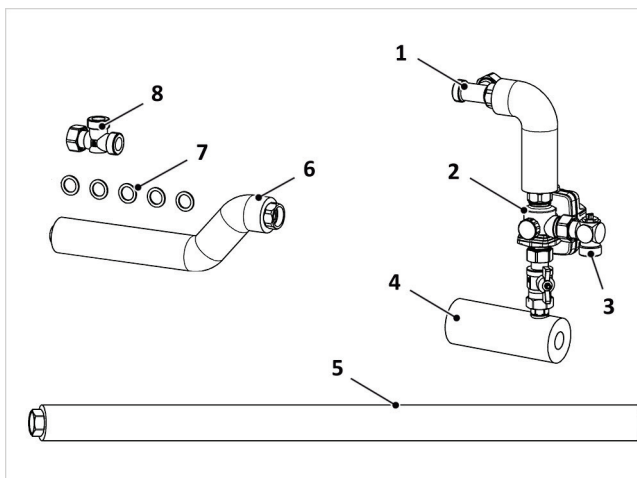
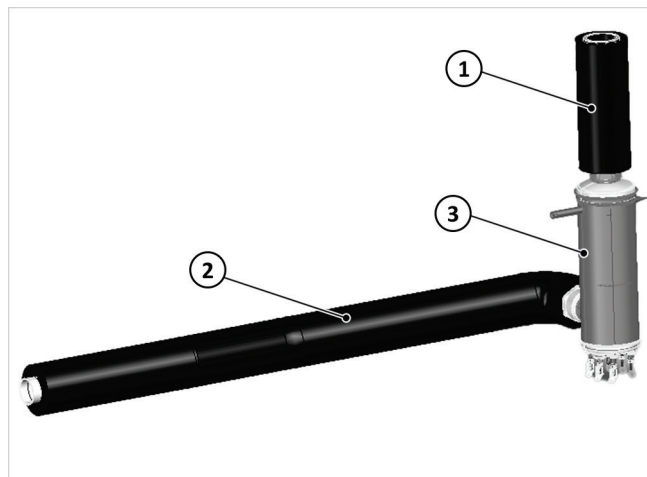

Fig. 12 : kit de montage vanne à 3 voies LM-WP
Fig. 17 : kit de conversion Max SL-7 (hydraulique)
la ➔ fig. 17, p. 14 et envelopper la cartouche chauffante avec l'isolation auto-adhésive fournie.
En cas de combinaison du SolvisMax Solo avec SolvisLea Eco, la cartouche chauffante fournie en supplément dans le module de charge WP-SL doit être intégrée dans l'aller de la pompe de chaleur. Ce « kit de conversion Max-SL-7 » (→ fig. 17) remplace ici le « tuyau de raccordement WP-VL », voir → fig. 12 (5).
1. Procéder aux préparations du module de charge comme décrit dans le → chap. « Préparation du module de charge PC et WP-SL », p. 12 et, ce faisant, remplacer le « tuyau de raccordement WP-VL », cf. → fig. 12 (5) par celui de ce « kit de conversion Max-SL-7 » (→ fig. 17).